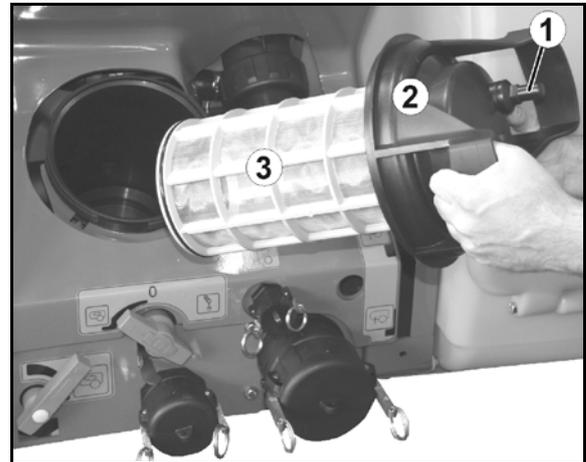

図 147
吸引フィルター (図 147) は、スプレーヤーの清掃後に毎日清掃してください。
1. 吸引フィルターのカバーを外します (図 147 / 2)。
2. カバーと吸引フィルター (図 147 / 3) を取り外し、水で清掃します。
6. 吸引フィルターのカバーを外します (図 147/2)。
7. 吸引フィルターの解放バルブを操作します (図 147/1)。
8. カバーと吸引フィルター (図 147/3) を取り外し、水で清掃します。